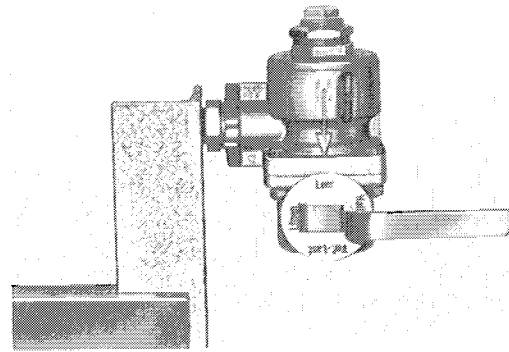

Abb. 2
2. a) Bremskraftregler mit dem Befestigungsflansch auf den Gewindestützen des Spann winkels aufdrehen (siehe Abb. 2) und durch Anziehen der Gegenmutter auf dem Gewindestützen abdichten.